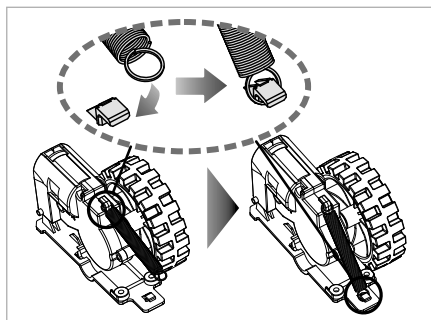

Fig. 24
- 5) Fixați arcul de suportul roții și de capul roții 19/35 (a se vedea fig. 24).